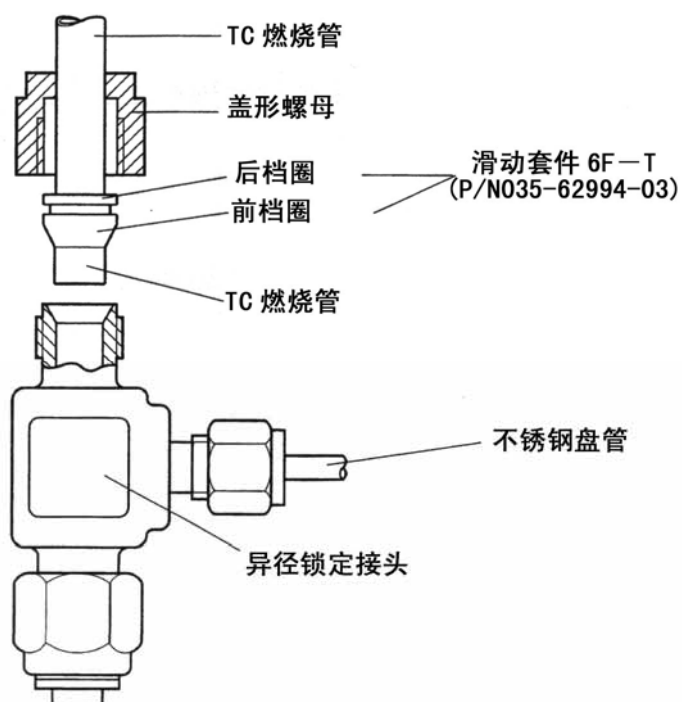

图 4.4 TC 燃烧管与异径锁定接头的连接
4. 按图 4.4 进行燃烧管下端的连接。燃烧管的前端插入异径锁定接头，插入的深度调节为异径锁定接头的最下部与仪器的底板之间的缝隙约 1mm 以下（最好没有间隙）。然后用手指把盖形螺母拧紧。